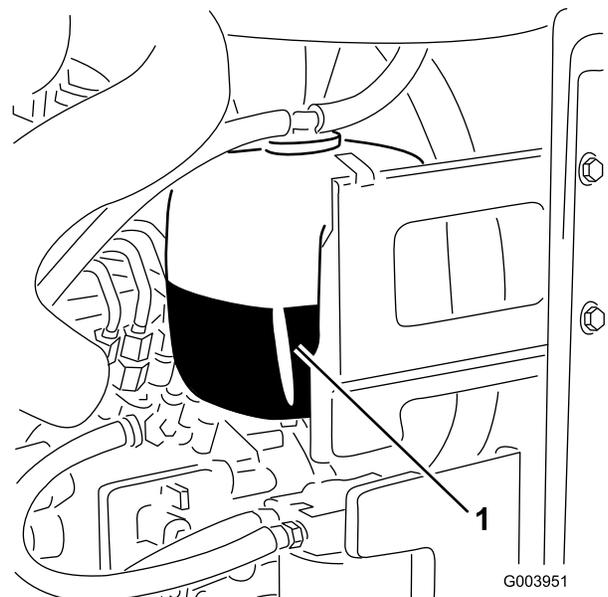

Figura 30
- Controllate il livello di refrigerante nel serbatoio di espansione (Figura 30).